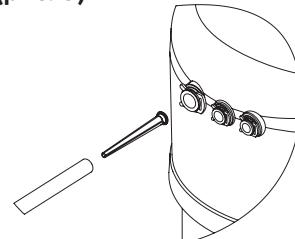

Рис. 9. Установка щелевой вставки
## Установка щелевой вставки (рис. 9)
- Извлеките щелевую вставку из трубы (см. рис. 9).